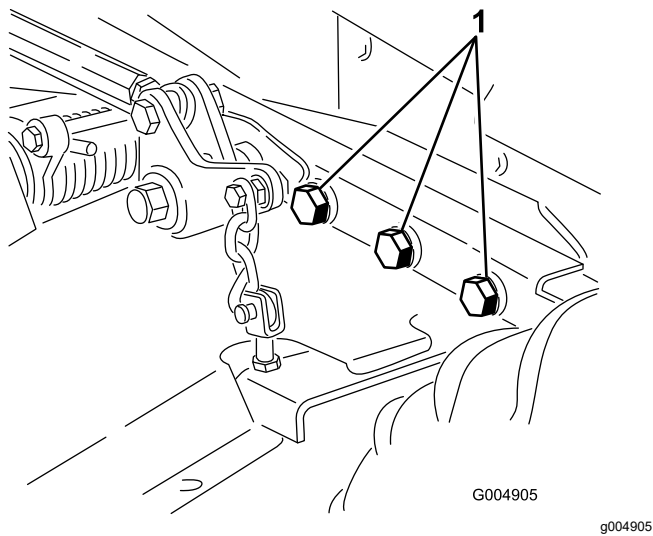

Bild 97
5. Prüfen Sie auf lockere Befestigungsteile und ziehen diese bei Bedarf fest. Ziehen Sie die sechs Schrauben, mit denen der Mähwerkrahmen an der Zugmaschine befestigt ist, bis auf 395 N·m an (Bild 97).